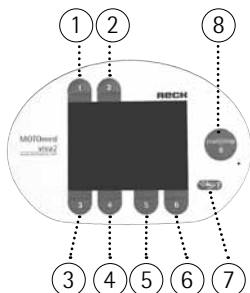
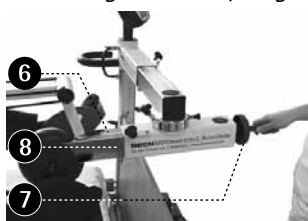

Fig. 18
Fig. 34
du vingeskruen **4** og trekker rastspaken **5**. Sving nå veivenheten **3** til ønsket retning. Rastspaken **5** rastes automatisk inn og veivenheten **3** stoppes. Deretter strammer du til vingeskruene igjen **4**. Still lengdearmen for knebøyningsinnstillingen (manuell) **6** (Fig. 34) ved hjelp av innstillingshjulet **7** på startposisjonen **8**.
Med det manuelle justeringshjulet ⑦ (Fig. 34) kan du stille inn knebøyningen for beina nøyaktig. Ved bruk av den elektriske knebøyningsinnstillingen (o. fig.) må MOTomed først startes med tasten ③ eller ⑥ (Fig. 18) og deretter stoppes gjennom trykk på tasten ⑧.